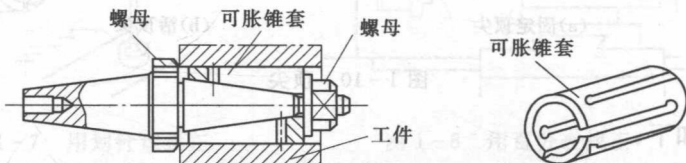

图 1-15 可胀心轴
3) 可胀心轴。如图 1-15 所示，工件安装在可胀锥套上，旋紧右边的螺母，可胀锥套向左边移动并胀大，从而胀紧工件。可胀心轴具有装卸方便、对中性好、传递力矩大的特点，故应用广泛。